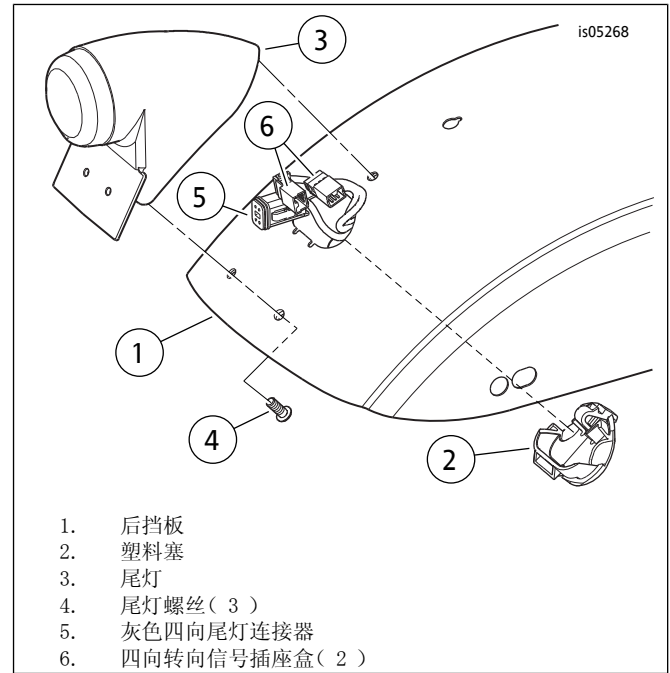

图1。后车灯连接
4. 对于2009-2012年款车型: 参见图1。从后挡板(1)下方尾灯检修孔处拆下塑料塞(2)。